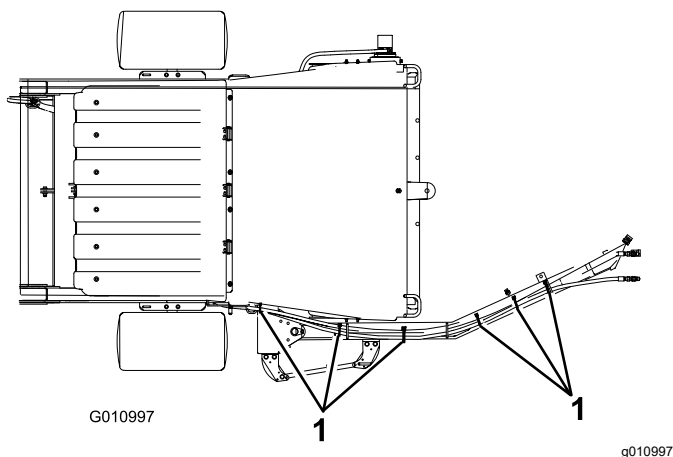
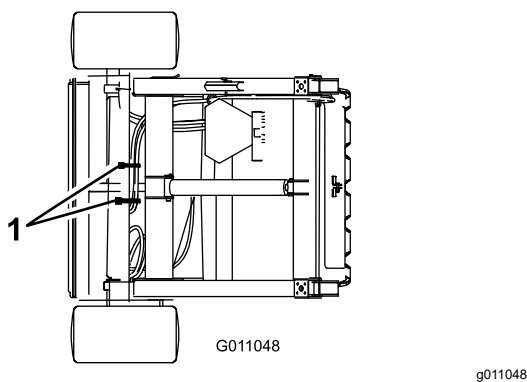

Figura 12
Figura 13
2. Prenda os tubos hidráulicos e a cablagem como se mostra na Figura 12 e na Figura 13.